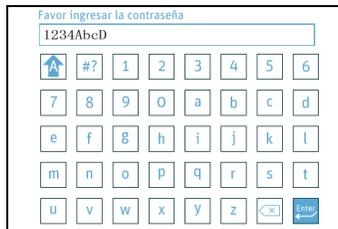
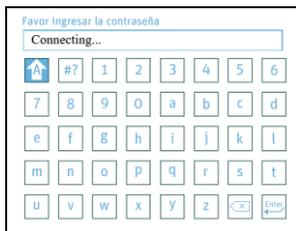

Fig. 15-10
Fig. 15-11
(4) Después de encontrar la red WiFi deseada, presione **la Perilla** , gire **la Perilla**  para seleccionar esta red WiFi. Presione **la Perilla**  para acceder a la interfaz de entrada de contraseña WiFi. La contraseña tiene al menos 8 caracteres de longitud y puede contener letras en inglés mayúsculas y minúsculas y dígitos 0 ~ 9, como se muestra en la Fig. 15-10. Después de ingresar la contraseña, gire **la Perilla**  hasta que el cursor permanezca en **la Tecla de Entrar** . Presione **la Perilla**  para conectarse a la red WiFi, como se muestra en la Fig. 15-11. En este momento, el usuario no debe realizar ninguna operación y debe esperar 0 ~ 15 segundos para el resultado de la conexión.